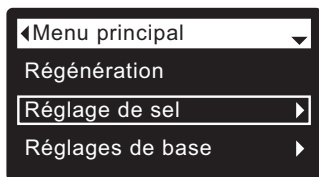

FIG. 36
1. À partir d'un écran d'état dynamique, appuyez sur le sélecteur (O) pour afficher le **Menu principal**.
2. Appuyez sur le bouton BAS (▼) pour faire défiler les options du menu et mettre en encadré **Réglage de sel** (cf. Figure 36).